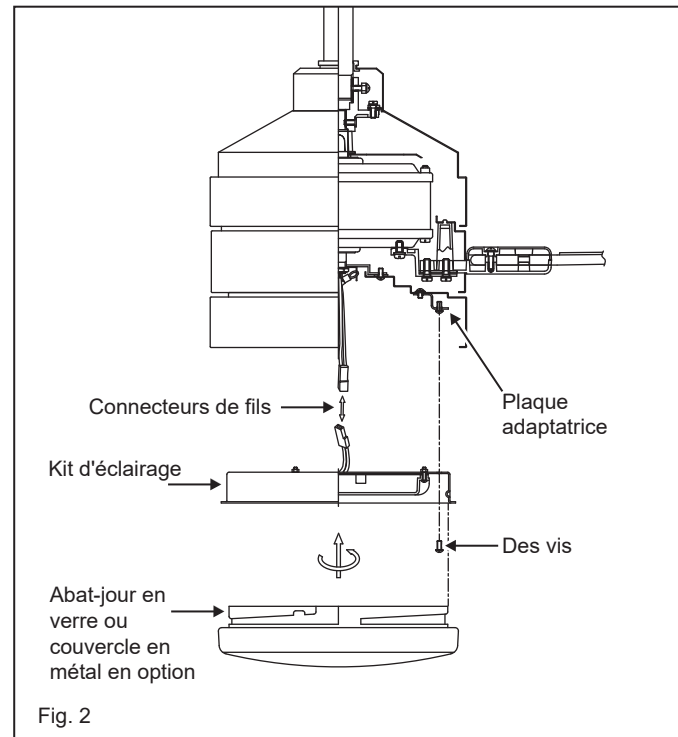

Fig. 2
- 4 Retirez l'une des trois vis de la plaque adaptatrice située sur le moteur du ventilateur. Desserrez les 2 autres vis. (Ne pas retirer) (Fig. 2)
- 5 Tout en maintenant le kit d'éclairage LED sous votre ventilateur, effectuez les connexions à fiches polarisées : (Fig. 2)